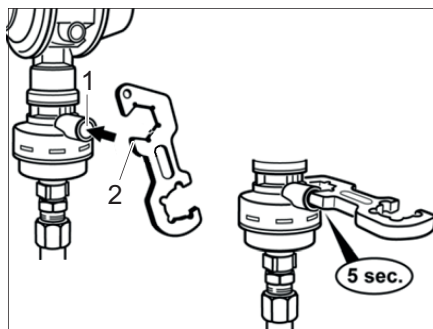

Fig. 86 Crashsensor
- Si es necesario, presionar el botón de reposición (Fig. 86,1) en el Crashsensor.
- Presionar el botón de desbloqueo (Fig. 86,1) con la ayuda del destornillador (Fig. 86,2) o un objeto similar adecuado y mantenerlo presionado durante 5 segundos.